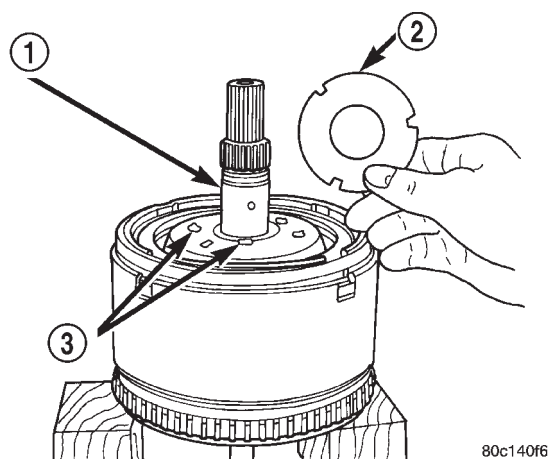

Fig. 31 Placa de empuje n° 4
(23) Retire la placa de empuje n° 4 (Fig. 31).